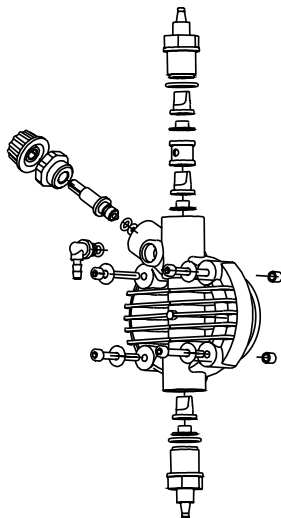

Fig. 11
2. Controllare almeno ogni 6 mesi il funzionamento della pompa, la tenuta delle viti e delle guarnizioni, per liquidi particolarmente aggressivi effettuare controlli anche più frequenti, controllare in particolare la concentrazione dell'additivo nell'impianto; una riduzione di tale concentrazione potrebbe essere determinata dalla usura delle valvole (che in tal caso vanno sostituite facendo attenzione nel rimontarle come in Fig. 11) o dall'intasamento del filtro che va pulito come al successivo punto 3.
Per effettuare questa operazione, se l'apparecchiatura non è fissata all'impianto si può farla pulsare per pochi secondi (15-30) tenendola capovolta e senza tubetti collegati ai raccordi, se ciò è impossibile smontare e rimontare il corpo pompa (Fig. 11), utilizzando le quattro viti di fissaggio.
Data la robustezza del sistema, guasti meccanici veri e propri sono improbabili. Talvolta possono verificarsi perdite di liquido da qualche raccordo o ghiera fissatubo allentati, o più semplicemente dalla rottura del tubetto di mandata. Raramente eventuali perdite potrebbero essere determinate dalla rottura della membrana o dall'usura della guarnizione di tenuta della membrana stessa. Questi componenti in tal caso vanno sostituiti smontando le quattro viti del corpo pompa (Fig. 11). Rimontando tali viti, serrarle in modo uniforme. Una volta eliminata la perdita, occorre pulire la pompa dosatrice da eventuali residui di additivo che ristagnando potrebbero aggredire chimicamente la cassa della pompa.
a. Smontare le valvole di aspirazione e mandata, pulirle e rimontarle nella stessa posizione (Fig. 11). Nel caso in cui si riscontrasse un rigonfiamento di dette valvole, verificare sull'apposita tabella la compatibilità dell'additivo con il tipo di valvola montata sulla pompa (valvola standard in viton; su richiesta silicone, etilene-propilene e nitrile, valvole a sfera, valvole K).